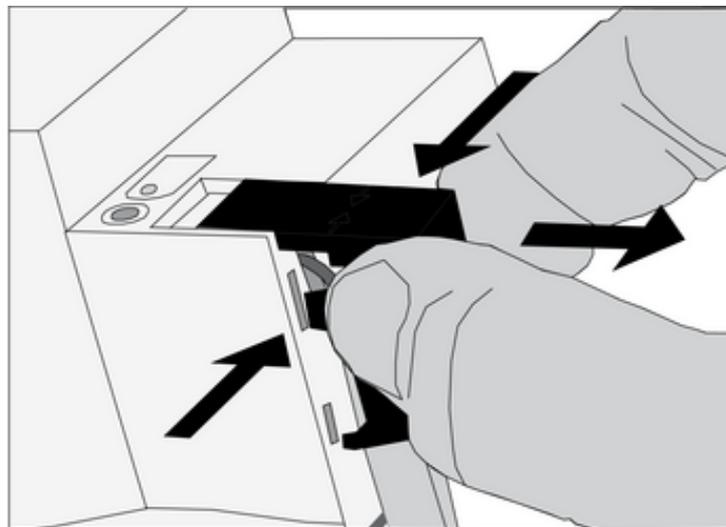

Рисунок 10: Снятие защитной крышки
- Надавить на защитную крышку сбоку и снять ее (рисунок 10).